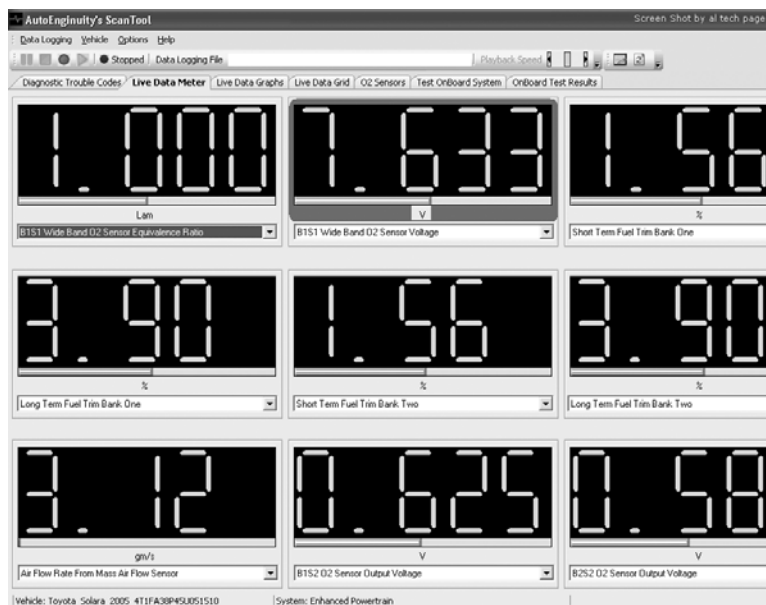

Рис. 15. Параметры системы (PIDs) в цифровом виде (сканер AE).
ме (Toyota заявляет для PID "AFS B1S1": Minimum: 0 V; Maximum: 7.999 V; at Idle: 2.8 to 3.8 V), сканер (AE) так показывает это "напряжение" и в таком диапазоне (рис. 15, 16).